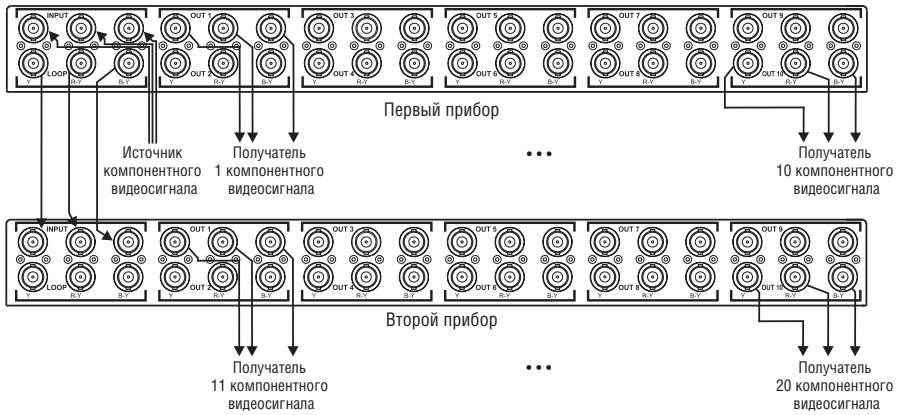

Рис. 4. Подключение нескольких приборов VM-100CB
Вы можете подключить несколько приборов **VM-100CB**, чтобы создать большую систему распределения компонентного видеосигнала. Например, на рис. 4 показано подключение двух приборов **VM-100CB** для создания системы распределения 1:20.
5. Подключить оба шнура электропитания¹ (не показаны на рис. 4).